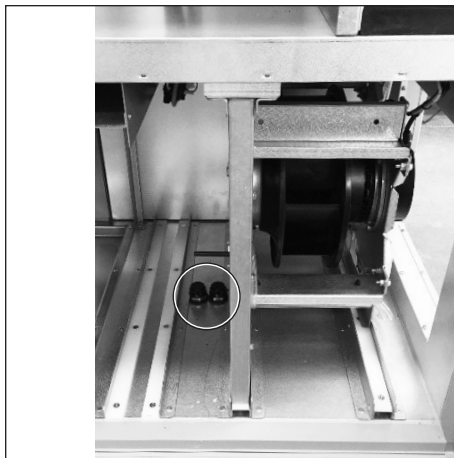

Fig. 11
2. Retirer les bouchons et installer la batterie de chauffe (voir fig. 11).